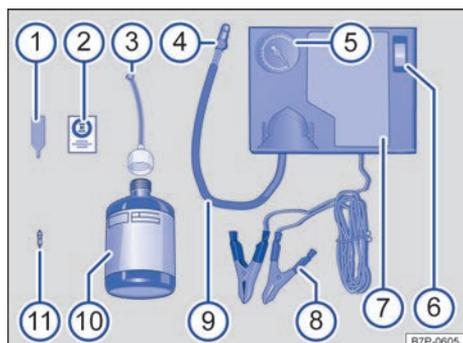
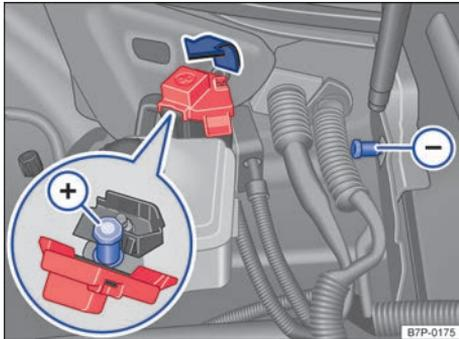

Fig. 270 Representación esquemática: componentes del kit reparapinchazos (variante 1).
Fig. 272 En el vano motor: tomas para el compresor de aire (variante 1).
El kit reparapinchazos se encuentra en el maletero, debajo del piso. Se compone de los siguientes elementos → fig. 270:
- Desenrosque el obús de la válvula con el desmontaobuses → fig. 270 ① y deposítelo sobre una superficie limpia.
- Agite enérgicamente la botella de sellante → fig. 270 ⑩ unas cuantas veces.
- Enrosque fijamente el tubo de llenado → fig. 270 ③ en la botella de sellante en el sentido de las agujas del reloj. El precinto de la boca de la botella se perfora automáticamente.
- Retire el tapón del tubo de llenado → fig. 270 ③ y enrosque el extremo abierto del mismo en la válvula del neumático.
- Enrosque nuevamente el obús en la válvula del neumático con ayuda del desmontaobuses → fig. 270 ①.
- Enrosque fijamente el tubo de inflado → fig. 270 ⑨ del compresor de aire en la válvula del neumático.
- Conecte las pinzas de 12 voltios del compresor de aire → fig. 270 ⑧ **únicamente** a las tomas para la ayuda de arranque del vano motor → fig. 272: la pinza roja del cable del compresor a positivo ⊕ y la pinza negra a negativo ⊖.
- Encienda el compresor de aire con el conmutador de encendido y apagado → fig. 270 ⑥.
Vuelva a enroscar el tubo de inflado → fig. 270  y compruebe la presión del neumático en el indicador .